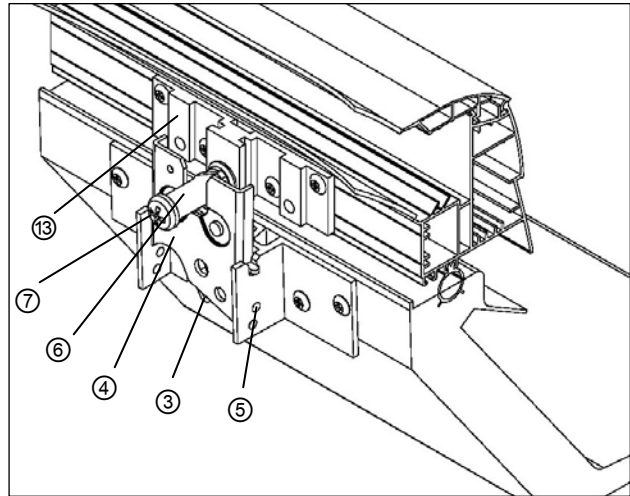

Bild 3
1. Hebel ③ nach links drücken und das Fallenschloss ④ entriegeln (*Bild 3*).
2. Befestigungsschraube ⑤ lösen und Fallenschloss ④ herausnehmen (*Bild 3*).
3. Verriegelungsbolzen inklusive Kunststoff –Distanzbuchse ⑥ durch Lösen der Kreuz –Schlitzschraube M8 ⑦ entfernen (*Bild 3*).